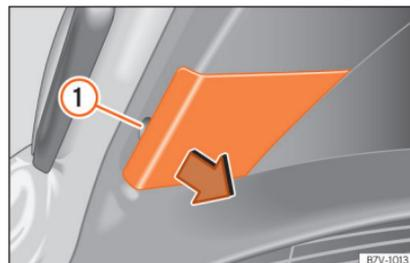

Abb. 113 In der Heckklappe: Abdeckung abnehmen.
2. Mit der flachen Klinge des Schraubendrehers aus dem Bordwerkzeug (»» **Abb. 102**) die Abdeckung an der Aussparung »» **Abb. 113** (1) vorsichtig abhebeln.